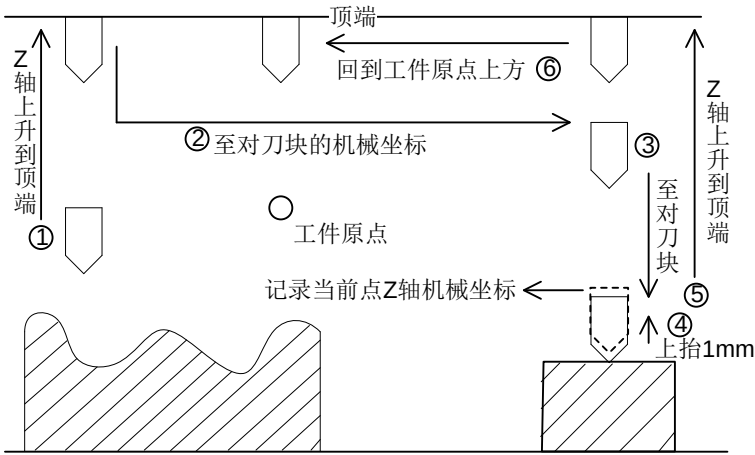

图 3-20 第一次对刀示意图
- 2. 按下 F5【对刀】，在弹出的新操控栏下按 F1【第一次对刀】执行第一次对刀，系统自动记录此时的 Z 轴机械坐标值；如图 3-20 所示，该过程系统自动完成；